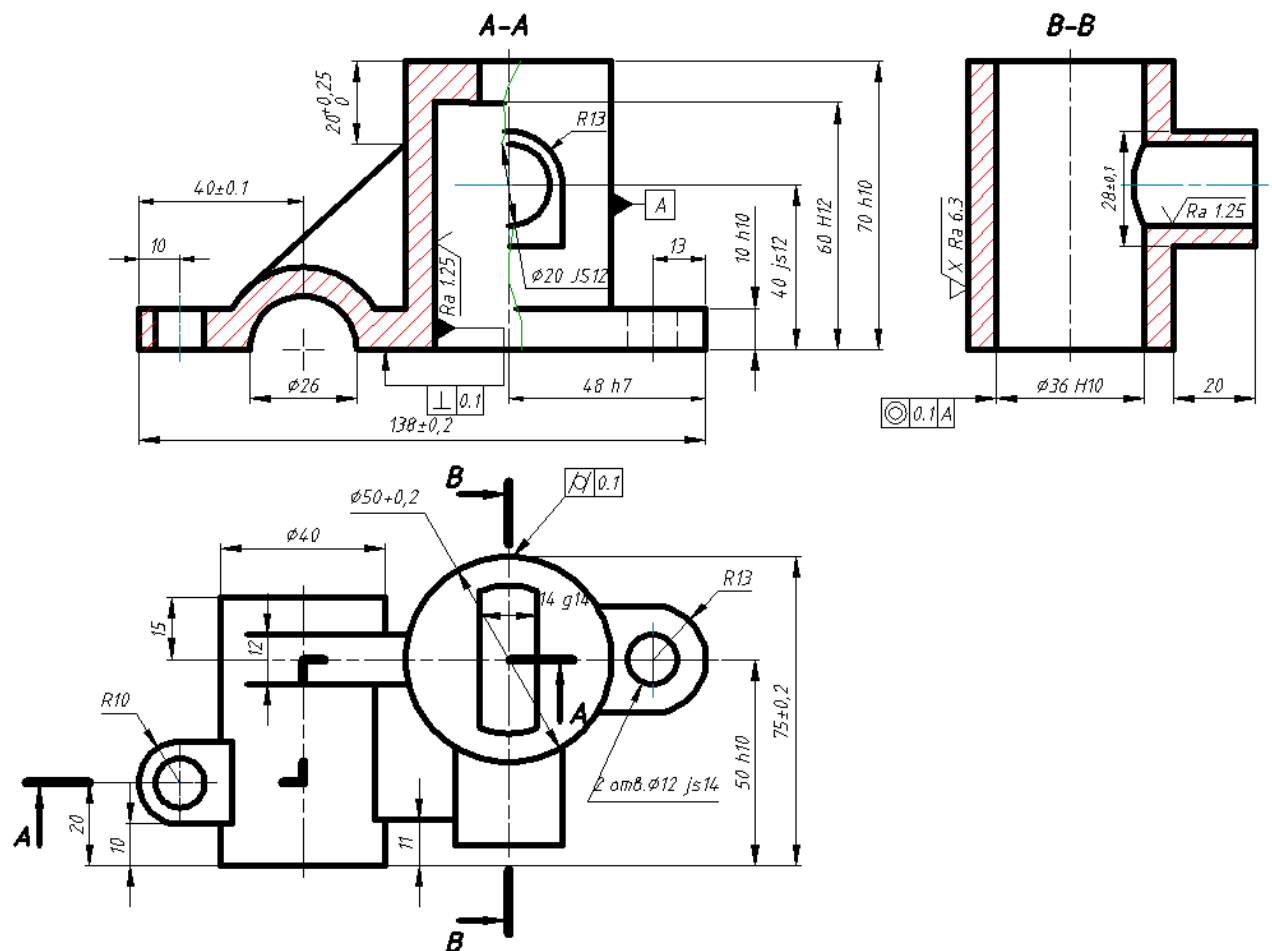

Рис. 4.47. Ескіз завдання 4.2.2
2. Намалювати ескіз у відповідності до рис. 4.47. Використати механічні команди осей, отворів, лінії обриву. Проставити розміри. Додати технічні умови щодо покриття, притуплення кромки, не вказаних відхилень і т.і. Створити текстовий стиль "student" на основі з висотою 7, нахилом 15°. Кресленик зберегти.